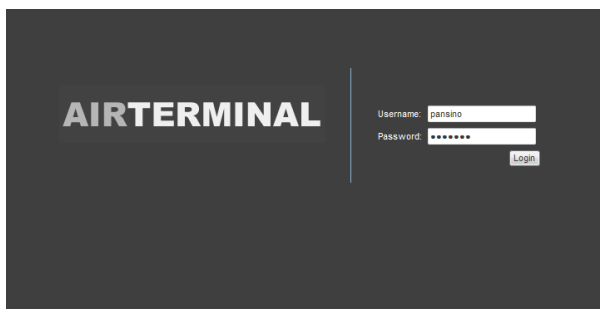

图 1-7 AirTerminal 配置系统
2. 输入默认用户名：pansino，密码：pansino。如图 1-7 所示。